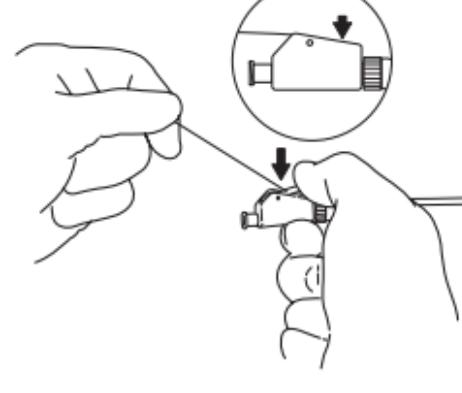

Fig. 2
- b. Håll suturen spänd och tryck ned låskamspaken tills ett tydligt snäpp hörs. Stentens distala öglan är nu låst på plats. (**Fig. 2**)